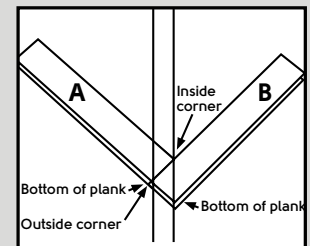

Fig. 5
5. Dit is de starthoek. Opmerking: Langs alle wanden of opstaande randen moeten afstandshouders van 5 mm worden gebruikt (Fig. 5).
6. Lijn de rand van de buitenhoek van plank 'A' uit met de binnenhoek op de andere lijn (Fig. 5).